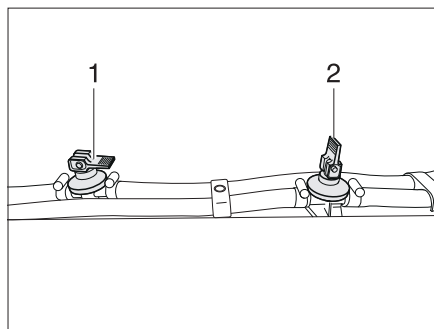

Fig. 235 Robinet de vidange
- Ouvrir tous les robinets de vidange. Pour cela, placer le levier à bascule (Fig. 235,1) en position verticale.